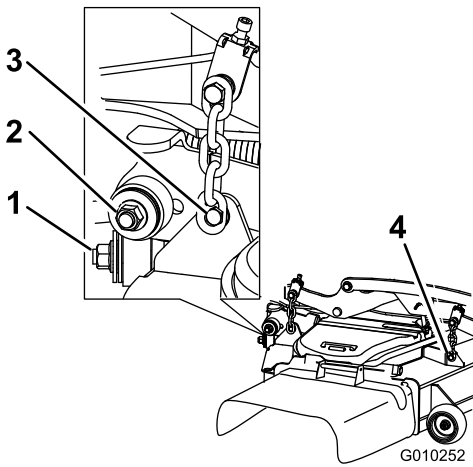

Figure 113
7. Enlevez et mettez de côté les fixations des deux côtés du tablier, comme montré à la Figure 113.